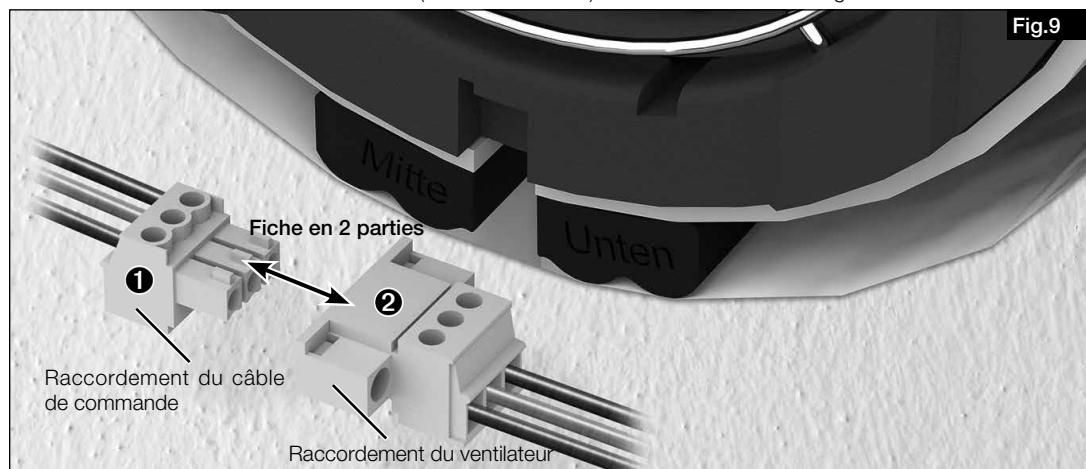

Fig.9
3. Extraire la fiche de branchement rapide en 2 parties (partie ① à ②) (voir fig. 9).